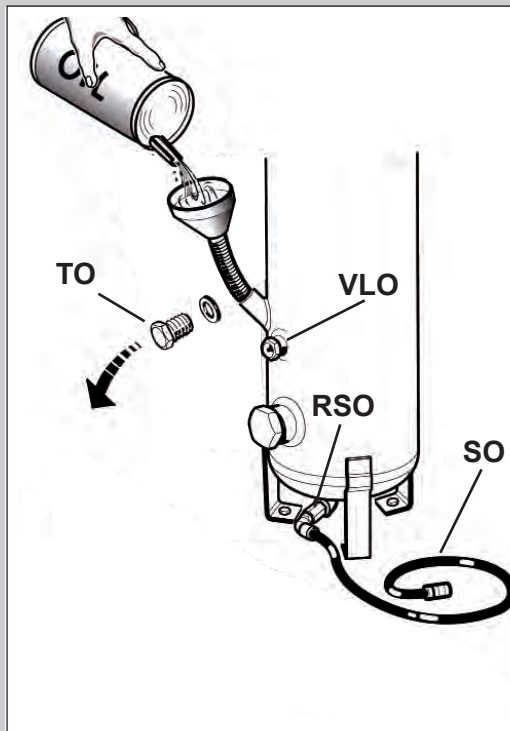

Рис. 28
- Подсоедините дренажную трубу **SO**, сообщающуюся с клапаном **RSO**, к подходящей емкости, предварительно отвернув предохранительную заглушку (рис.28)
- Частично откройте сливной клапан **RSO** (рис. 28)